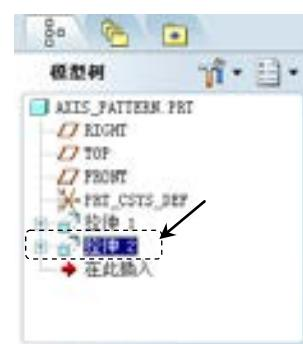

图 5.23.15 模型树
Step2. 在图 5.23.15 所示的模型树中单击 **拉伸 2** 特征，再右击，从弹出的快捷菜单中选择 **阵列** 命令。